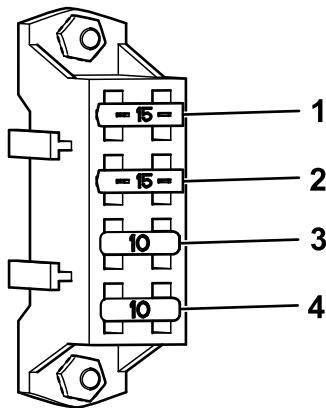

Figura 53
- Sustituya los fusibles fundidos (Figura 53).